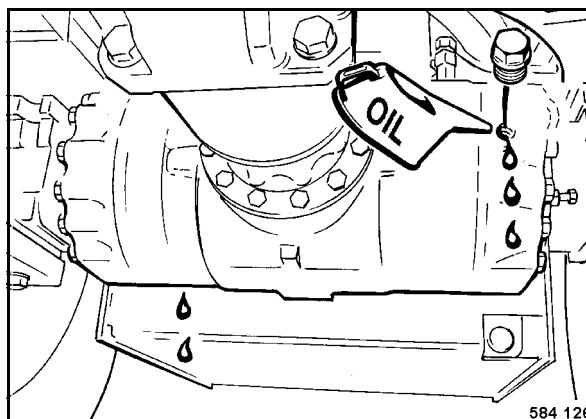

Fig. 135
- Cargar aceite por los taladros de control del nivel de aceite (Fig. 135) hasta el aceite se encuentra en la arista inferior del agujero.